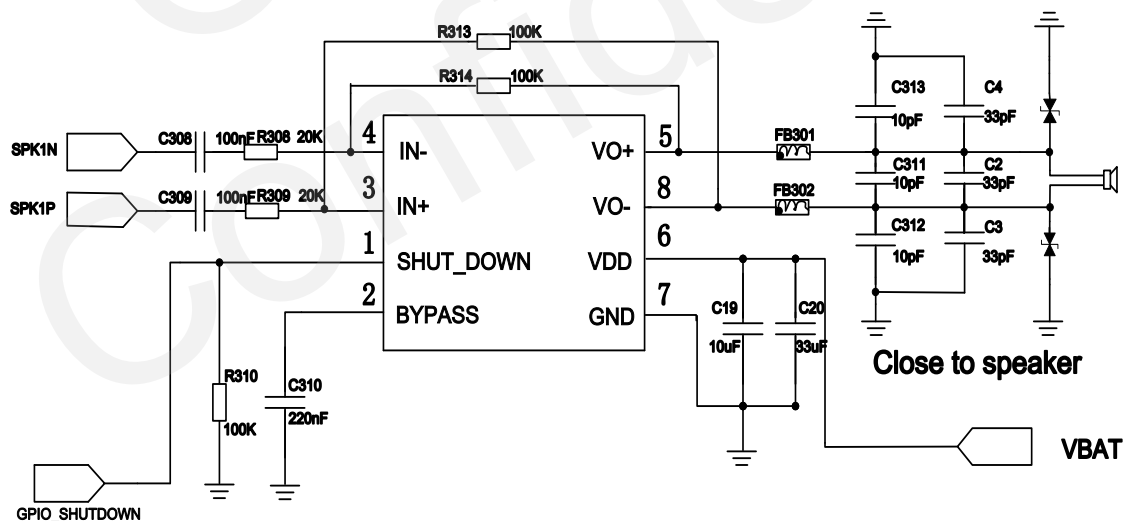

图 17：主通道的免提应用参考电路
2. 图 17 中 GPIO_SHUTDOWN 可以通过用户外部处理器的 I/O 口来控制。